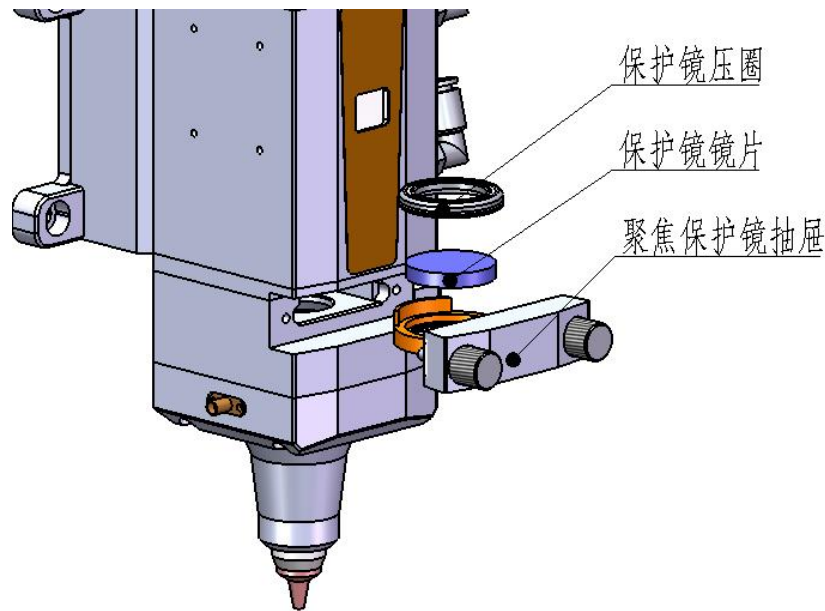

图 14 A235E 切割头切割保护镜片示意图
- (1) 如图14，拧松两颗锁紧螺，捏住抽屉式镜座两边拉出保护镜座；
- (2) 取下保护镜压圈，戴好指套取出镜片；
- (3) 清洁镜片、镜座和密封圈，如弹簧密封圈已损坏需换一个新的；
- (4) 将擦拭干净的新镜片（不分正反面）安装到抽屉式镜座里；
- (5) 装回保护镜压圈；
- (6) 将保护镜座重新插回激光加工头，拧紧锁紧螺钉。